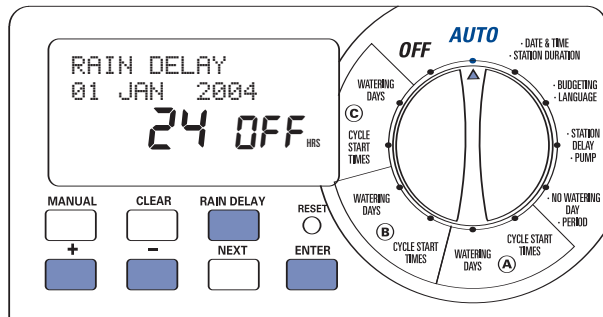

Abbildung 13:
2. Taste **RAIN DELAY** (Bewässerungspause) drücken, um die Bewässerung automatisch um 24 Stunden zu verzögern. [Siehe Abbildung 13]